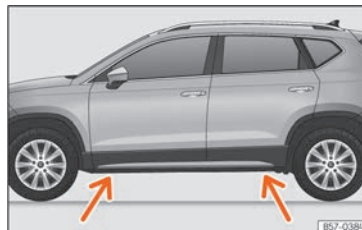

Abb. 38 Aufnahmeplätze für den Wagenheber.
- Suchen Sie am Längsträger die Markierung des Aufnahmepunktes für den Wagenheber (Eindrückung), die dem zu wechselnden Rad am nächsten liegt »» **Abb. 38.**